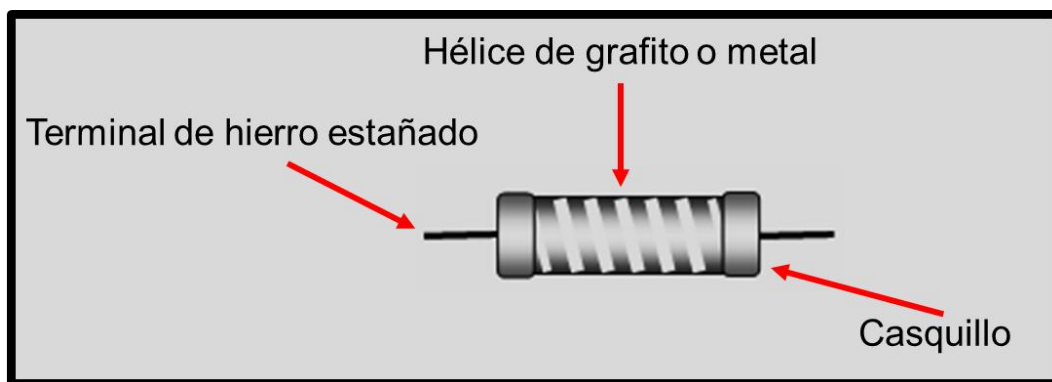

Figura 2.16
- **Resistencias pirolíticas:** Las resistencias pirolíticas se elaboran a partir de depósitos de grafito sobre un cilindro de porcelana. Una hélice construida en el mismo grafito determina el valor óhmico de la misma. Los terminales para conectarla al circuito están asegurados a sus extremos mediante casquillos de hierro. Dichos terminales son de hierro estañado. En la Figura 2.16 se puede ver el interior de una resistencia pirolítica de grafito o metal.